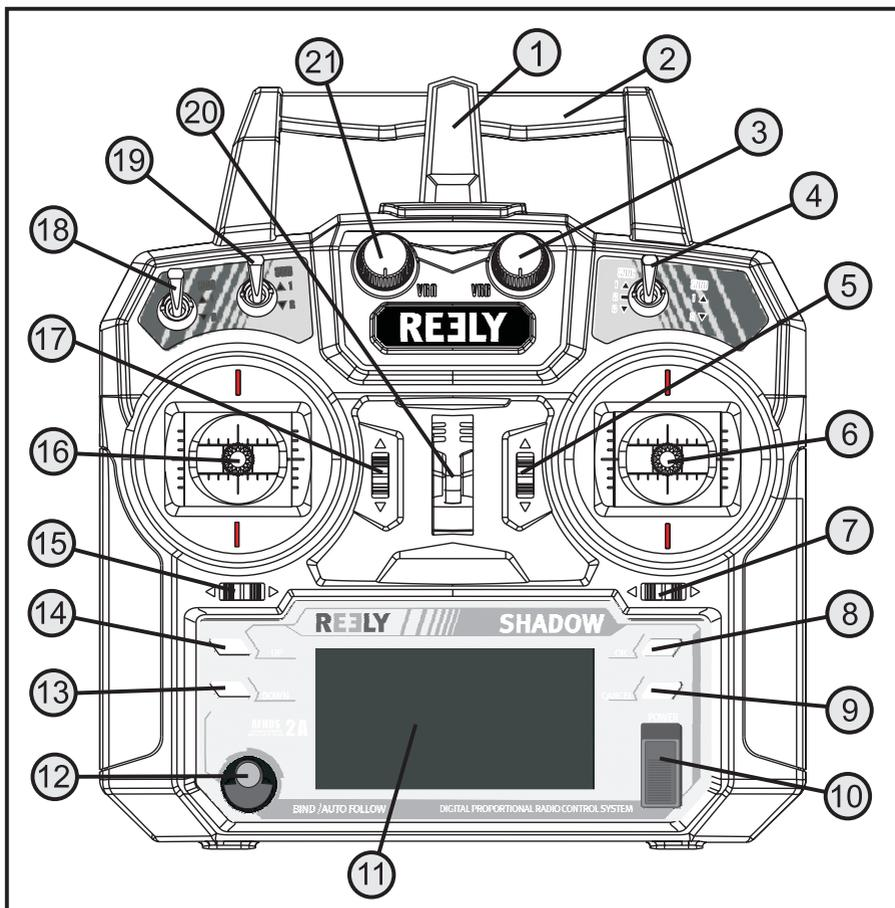
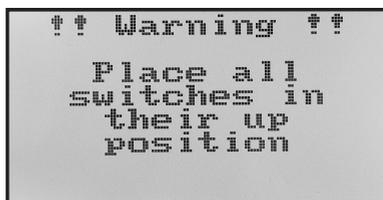

Figura 7
Figura 11
Lato anteriore (Figura 7):
Dopo aver inserito le quattro batterie nuove, controllare la posizione dell'interruttore a levetta. Tutti gli interruttori devono essere in posizione anteriore/superiore. I due stick di controllo sono tenuti in posizione centrale tramite l'azione della molla. Accendere il trasmettitore tramite l'interruttore on/off (vedere figura 7, pos. 10).
Se uno dei tre interruttori a levetta (vedere figura 7, pos. 4, 18 e 19) non è in posizione anteriore, all'accensione vengono emessi dei segnali acustici di avviso e sul display viene visualizzato un messaggio corrispondente (vedere figura 11).